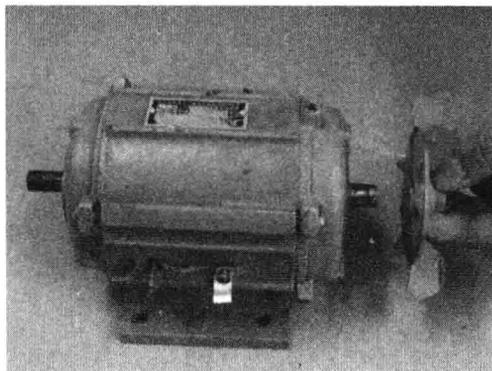

图 1-7 拆卸电动机
(2) 将螺丝刀插入轴伸端卡槽，轻轻撬动弹簧卡圈，将弹簧卡圈卸下。然后将螺丝刀插入风扇与后端盖的缝隙中，边旋转风扇边用螺丝刀撬动，当风扇撬动松动后，将其取下，如图 1-7 所示。